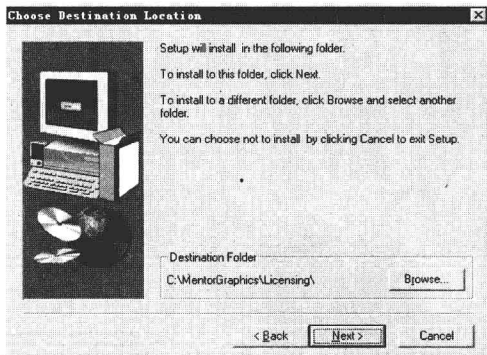

图 1-3 “Choose Destination Location” 对话框
③ 单击  按钮, 会弹出 “Choose Destination Location” 对话框, 提示设置安装路径, 如图 1-3 所示。